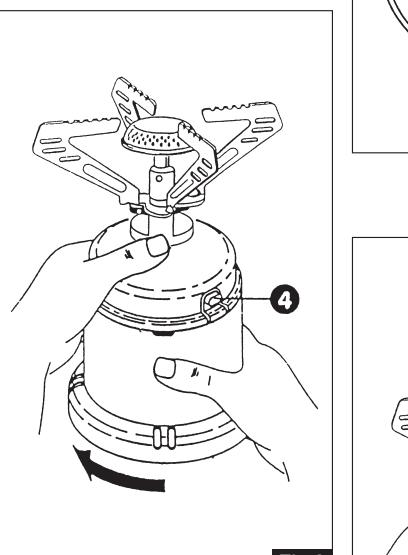

Fig 2
1) Press the locking button (4) on the side of the appliance (fig. 2) and unscrew the plastic base anti-clockwise.
- Press the locking button (4), unscrew the base of the appliance (fig. 2) and remove the empty cartridge.
1) Auf den Verriegelungsknopf (4) an der Seite des Gerätes (Abb. 2) drücken und den Kunststoffsockel entgegen den Uhrzeigersinn abschrauben.
1) Pulse el botón de bloqueo (4) situado en la parte lateral del aparato (fig. 2) y desenrosque la base de plástico en el sentido contrario a las agujas del reloj.